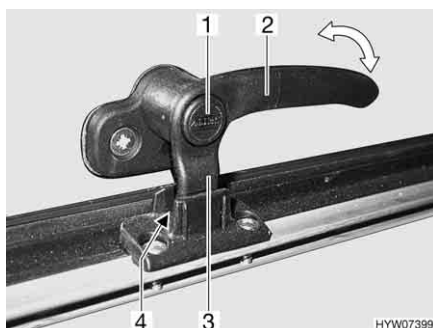
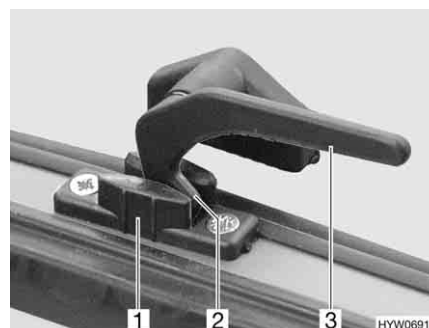

Fig. 105 Levier de verrouillage avec bouton de sécurité en position "Aération permanente"
Fig. 106 Levier de verrouillage en position "Aération permanente"
- En position "Aération permanente" (Fig. 105 et Fig. 106)
- S'il existe, appuyer sur le bouton de sécurité (Fig. 105,1) et le maintenir enfoncé.
- Tourner tous les leviers de verrouillage (Fig. 105,2 ou Fig. 106,3) d'un quart de tour vers le centre du lanterneau.
- Remettre tous les leviers de verrouillage en position initiale. Le tenon de verrouillage (Fig. 105,3 ou Fig. 106,2) doit pénétrer dans le logement du verrouillage du lanterneau (Fig. 105,4 ou Fig. 106,1).